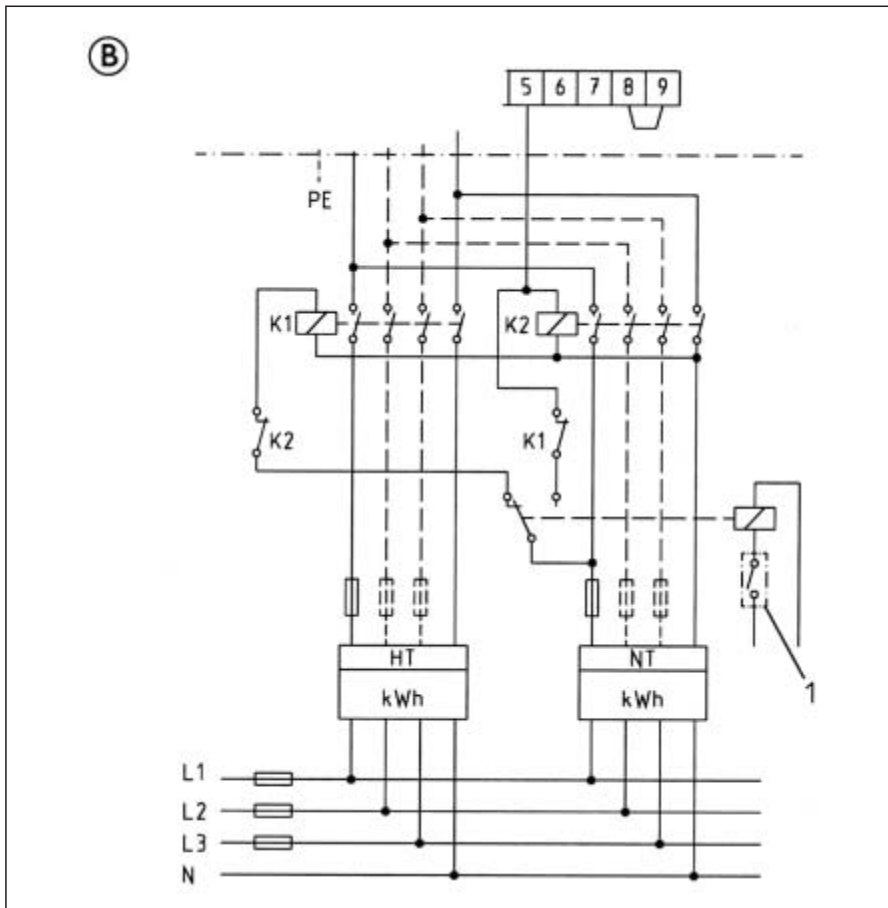

Fig. 8
- Conectar el cable de tierra. Conectar el aparato según los ejemplos de conexión (fig. 8, 9 ó 10). Después de realizar la conexión eléctrica anotar con ayuda de un bolígrafo la potencia y tensión de red en la casilla correspondiente de la plaquita de características del aparato.
### B Facturación con doble contador (fig. 8)